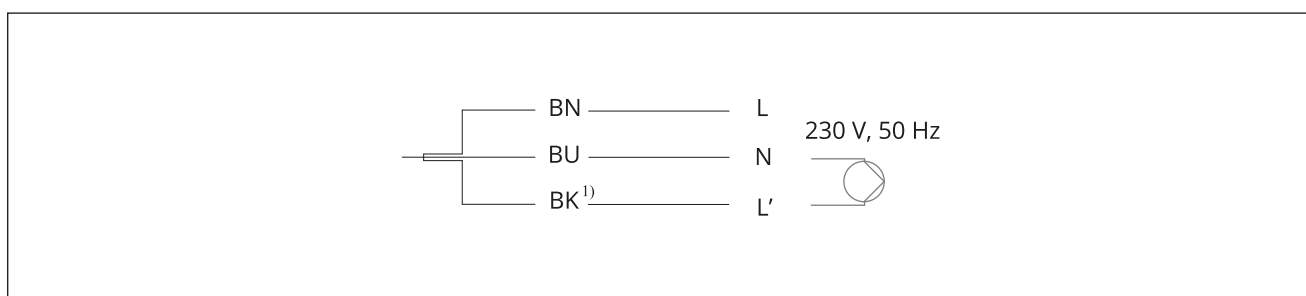
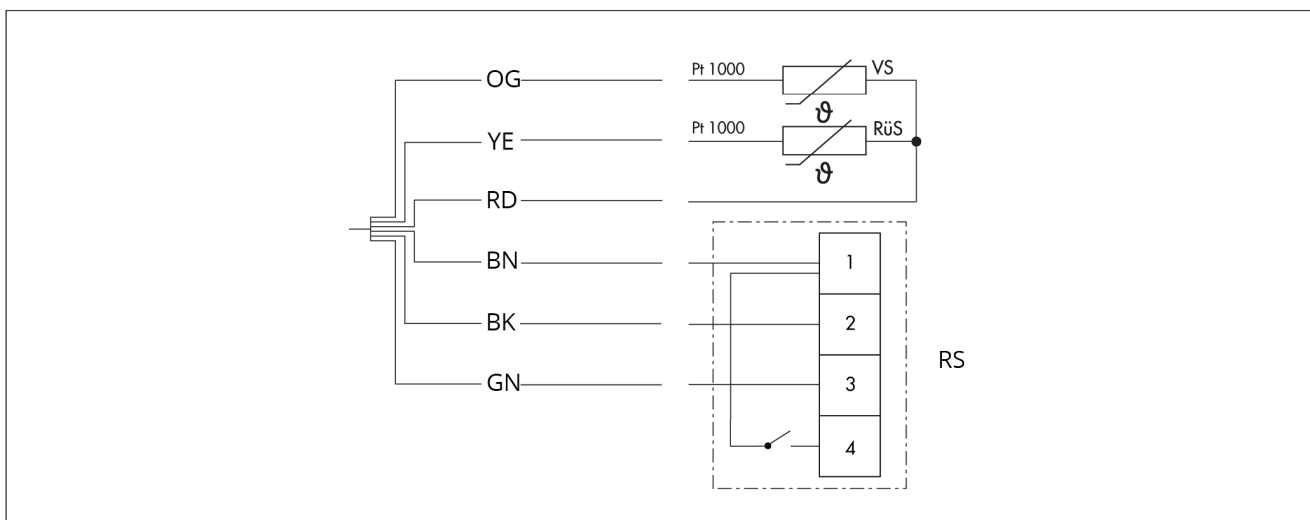

Bild 9: Elektrischer Anschluss · Versorgungsleitung
Bild 14: Elektrischer Anschluss · Anwendung mit Vorlauf-, Rücklauf- und Raumsensor mit Betriebsartenwahlschalter und Raumsollwertsteller
1. Elektrischen Anschluss abhängig von der Anwendung nach Bild 9 bis Bild 14 herstellen.